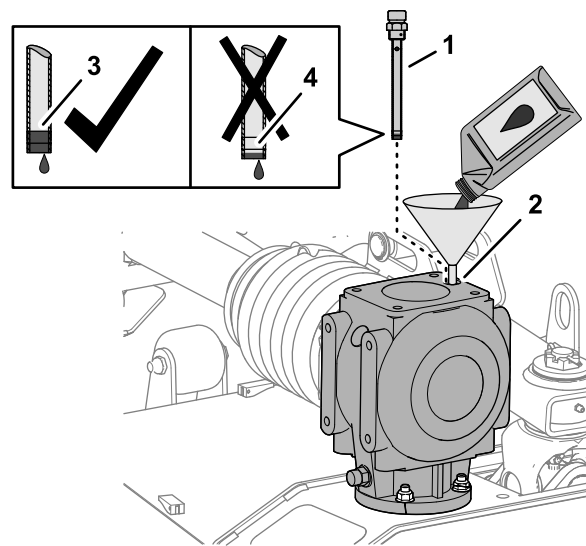

Bild 63
1. Geben Sie 1,06 Liter des angegebenen Getriebeöls über die Peilstaböffnung in das Getriebe (Bild 63).
2. Schrauben Sie den Peilstab in die Einfüllöffnung ein, schrauben Sie den Peilstab wieder heraus und überprüfen Sie den Schmierstofffüllstand (Bild 63).
4. Führen Sie den Peilstab in die Einfüllöffnung ein und schrauben Sie den Peilstab (Bild 63) fest.